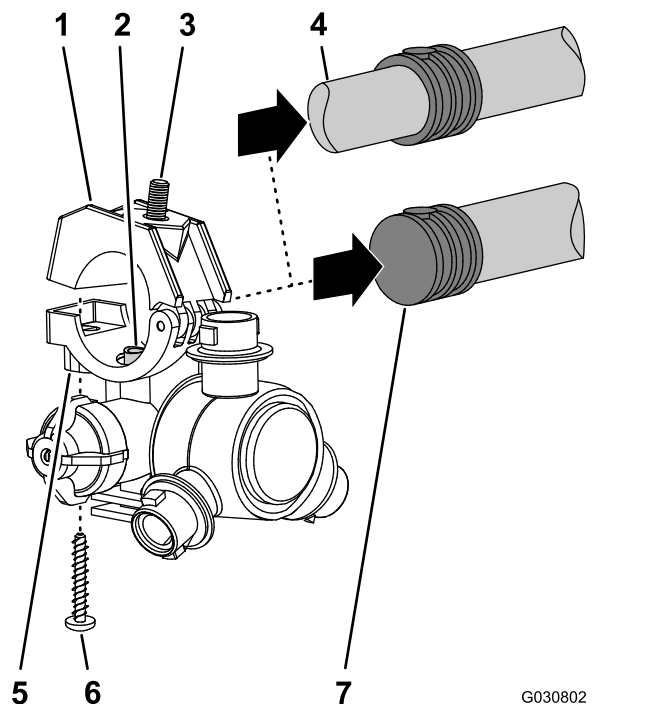

Рисунок 119
5. У 8 распылительных сопел, снятых при выполнении пункта 1, отверните винты из нержавеющей стали (№ 12 x 1-1/4 дюйма), которые крепят верхние половины зажимов и хвостовики двухсторонних или односторонних штуцеров типа «елочка» (3/4 дюйма) к корпусу каждого распылительного сопла, и снимите хвостовики штуцеров типа «елочка» (Рисунок 119).